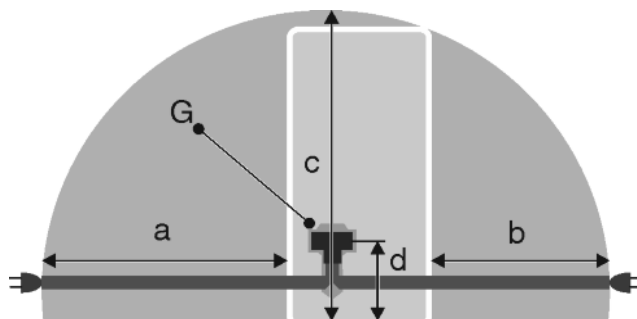

Fig. 23
- Розетка знаходиться за межами зони задньої стінки пристрою у заданому діапазоні *Fig. 23 (a, b, c)*.
- ▶ Штекер пристрою *Fig. 23 (G)* вставити на задній стінці пристрою. Слід звернути увагу на належну фіксацію.